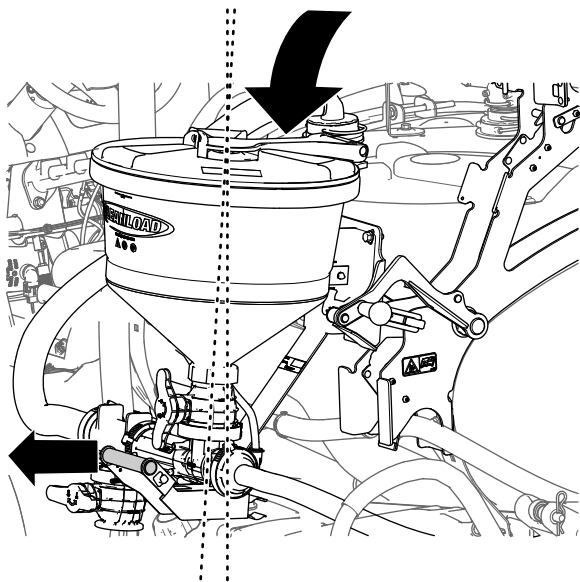

図 40
- エダクタのハンドルを少しずつ外側へ引きながらエダクタを持ち上げる 図 40。